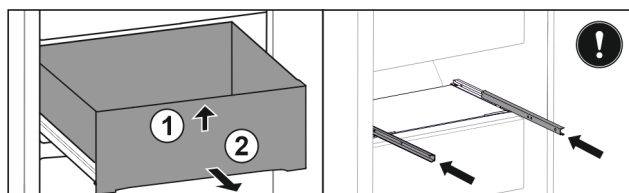

Fig. 158
- ▶ Podignite ladicu sprijeda. Fig. 158 (1)
- ▶ Izvadite ladicu prema naprijed. Fig. 158 (2)